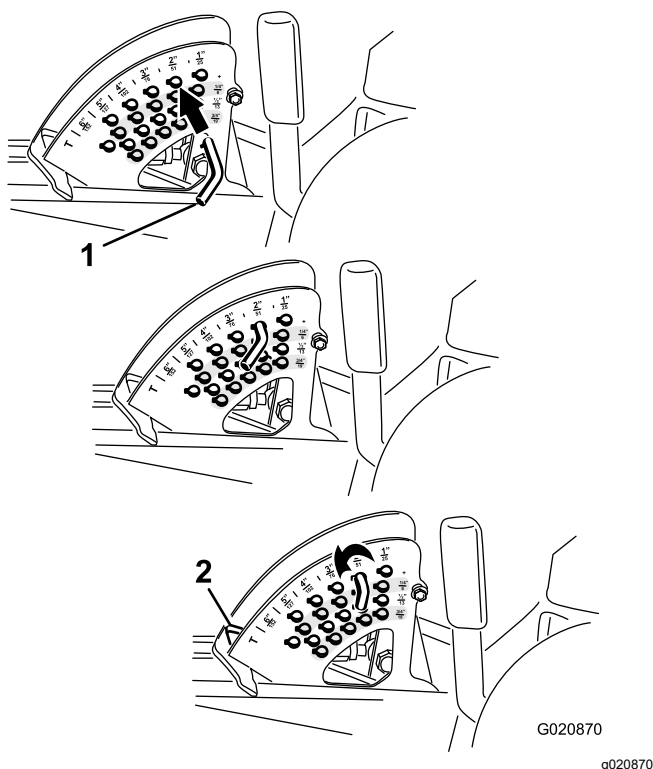

Figure 26
2. Tournez la goupille de butée jusqu'à ce que la goupille cylindrique située à l'intérieur soit en face des trous du support de hauteur de coupe et retirez-la (Figure 26).
3. Placez la goupille dans le trou du support correspondant à la hauteur de coupe voulue et tournez-la pour la verrouiller en place (Figure 26).
Remarque: Il y a 4 rangées de trous (Figure 26). La première rangée donne la hauteur de coupe indiquée au-dessus de la goupille. La deuxième rangée donne la hauteur indiquée plus 6 mm (0,25 po). La troisième rangée donne la hauteur indiquée plus 12 mm (0,5 po). La dernière rangée donne la hauteur indiquée plus 18 mm (0,75 po). Un seul trou, situé dans la deuxième rangée, correspond à la hauteur de